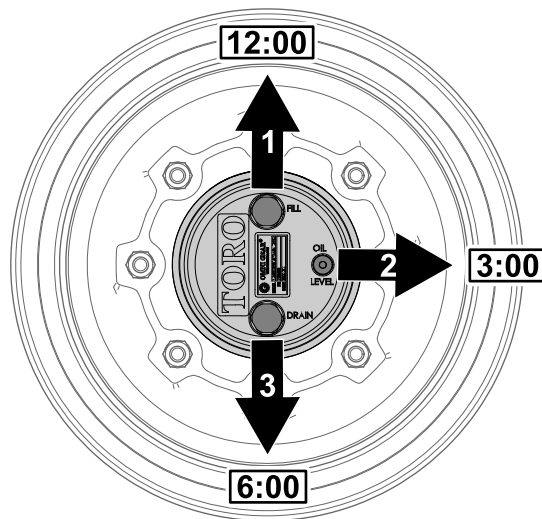

図 104
1. 水平な床面で、補給プラグが時計の12時の位置、点検プラグが3時、ドレンプラグが6時の位置を指すように駐車する 図 104。
2. 3時の位置にある点検プラグを外す 図 104。オイルが点検穴の下ふちまであれば適正である。
1. 水平な床面で、補給プラグが時計の 12 時の位置、点検プラグが 3 時、ドレンプラグが 6 時の位置を指すように駐車する図 104 プラネタリギアオイルの点検 (ページ 71) を参照。